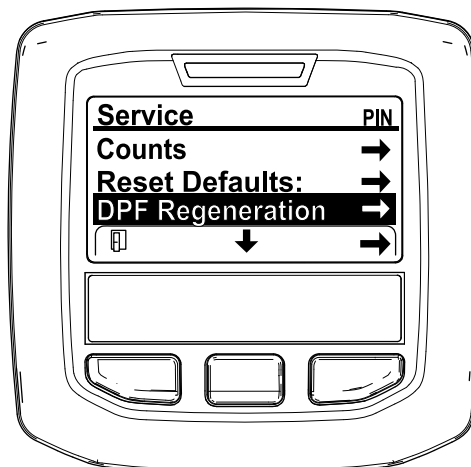

Figura 31
3. No MENU DE MANUTENÇÃO, prima o botão do meio até surgirem as opções de REGENERAÇÃO DO DPF e prima o botão direito para selecionar a opção de REGENERAÇÃO DO DPF (Figura 31).